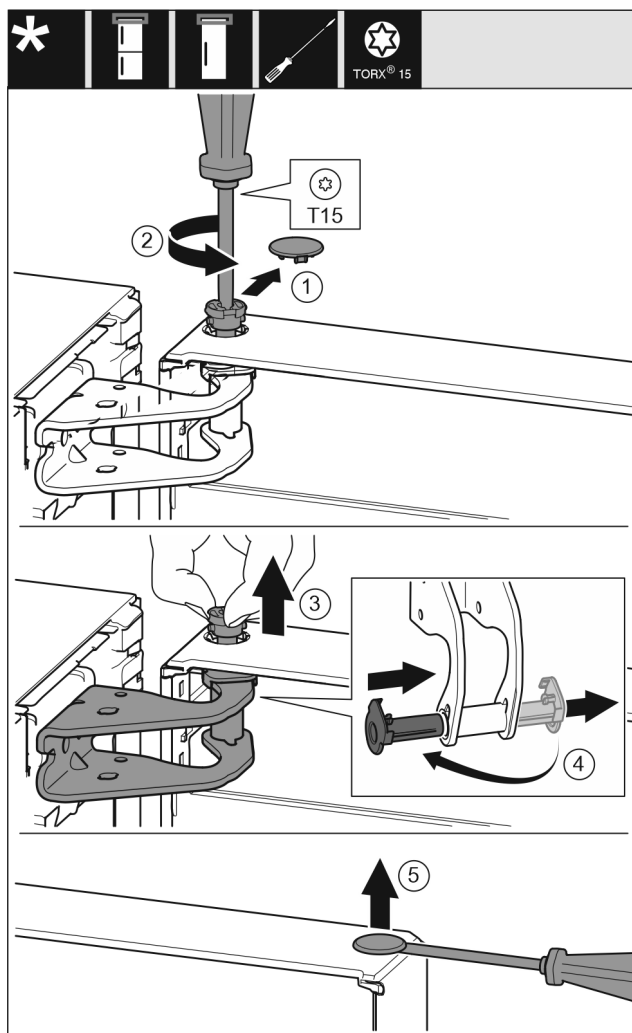

Fig. 9
- ▶ Previdno snemite varovalni pokrov. Fig. 9 (1)
- ▶ Sornik nekoliko izvijte z izvijačem T15. Fig. 9 (2)
- ▶ Držite vrata in s prsti izvlcite sornik. Fig. 9 (3)
- ▶ Ležajno dozo povlecite iz vodila. Vstavite z druge strani in pazite, da se zaskoči. Fig. 9 (4)
- ▶ S ploščatim izvijačem previdno dvignite čep iz ležajne doze vrat in ga izvlcite. Fig. 9 (5)